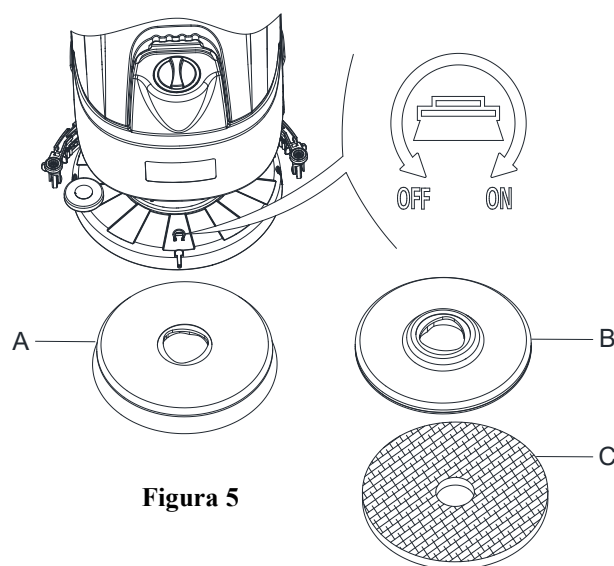

Figura 5
Instalați peria (A, Figura 5) sau suportul de lavetă (B și C, Figura 5) în funcție de tipul de podea ce urmează a fi curățată.
3. Puneți suportul de perie (A, Figura 5) sau de lavetă (B, Figura 5) sub punte (12, Figura 1).
7. Dacă pasul nr. 6 de deasupra este dificil de realizat, utilizați metoda manuală rotind suportul de perie/lavetă în sensul opus sensului normal de rotire, pentru a se putea îndepărta. (ca în Figura 5)